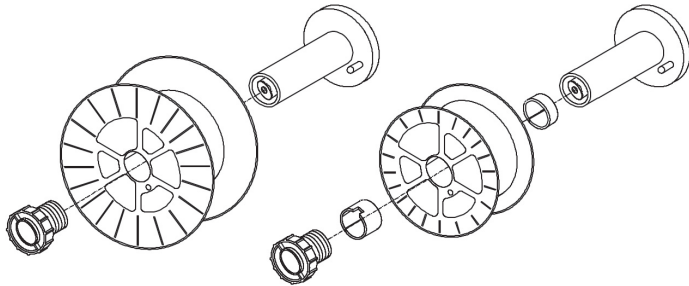

Bild 4
- Öffnen Sie die linke Seitenwand. Lösen Sie die Mutter vom Drahtspulenhalter (Bremse). (Bild 4)
Entfernen Sie den Plastikschutz von der Spule (4) und stecken Sie die Drahtspule auf dem Spulenhalter. Montieren Sie auch die Abstandstücke der Zeichnung Bild 4 entsprechend mit Spulen von 5Kg. Befestigen Sie nun die Mutter.